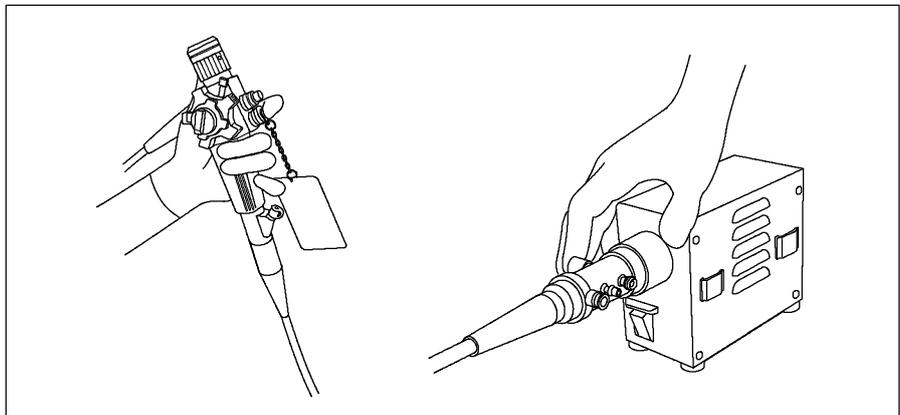

Abbildung 4.2
2. Verschließen Sie die Spülöffnung am Endoskop mit dem Finger. Drücken Sie auf den Knopf am blauen Reinigungsventil für den Luft/Wasserkanal, und lassen Sie ihn wieder los. Wiederholen Sie diesen Schritt in Intervallen von ca. 30 Sekunden, bis kein Wasser oder 70%iger Ethyl- oder Isopropylalkohol mehr am Distalende des Endoskops austritt. (Siehe Abbildung 4.2).